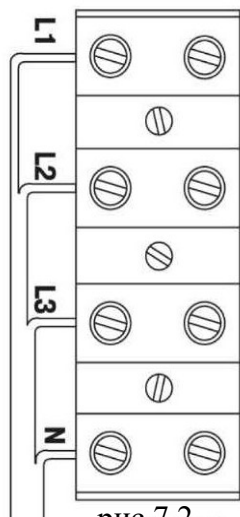

рис.7.2
7.7. Если станок рассчитан на питание от трёхфазной сети 380В, его подключение к электрической сети осуществляется четырёхжильным кабелем с соблюдением чередования фаз и нейтрального проводника как показано на рис.7.2. Колодка, показанная на рисунке, расположена на откидной крышке, расположенной на левой боковой стенке корпуса станка.